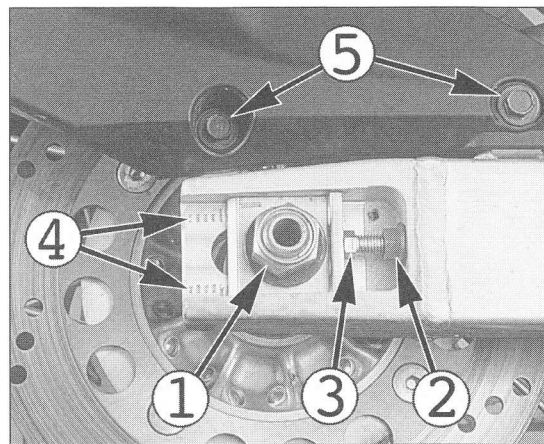

Bild 43
- Zum Einstellen des Durchhangs Achsmutter ① Bild 43 lockern.
- Links und rechts Gegenmutter ② der Einstellmutter ③ lockern und beide Einstellmutter jeweils um gleiche Anzahl von Umdrehungen weiterdrehen (seltener lockern), bis die Kette den korrekten Durchhang erreicht.
-  Darauf achten, dass die Markierungen ④ beidseitig gleiche Anzahl aufweisen.